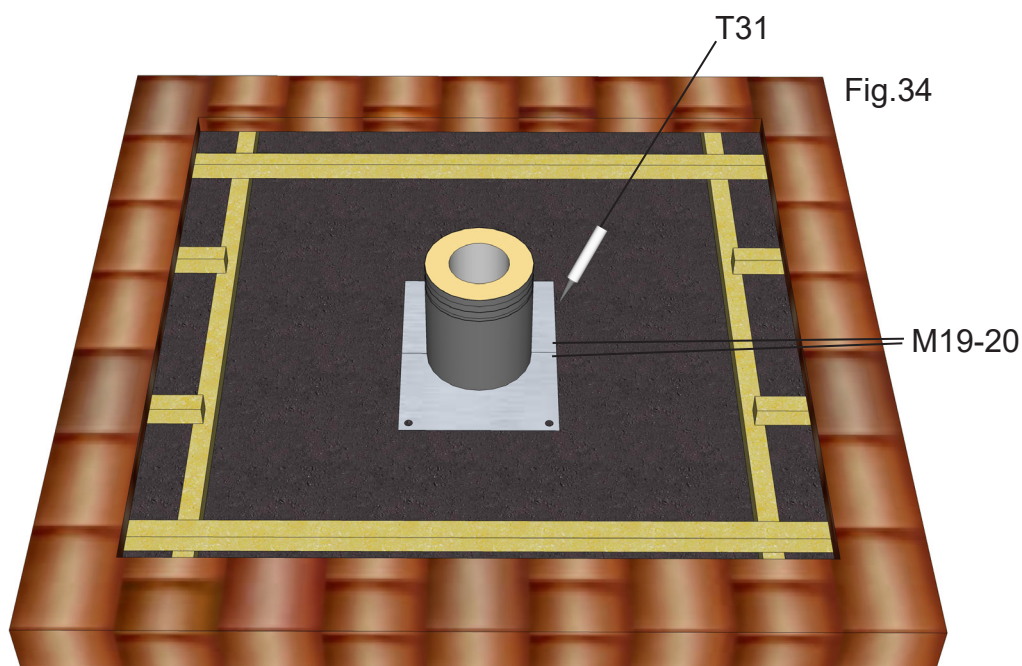

Fig.34
4. Montera takstosen genom att trä den över skorstenen och ned mot teglet/plåttaket. Vid tegeltak kan den övre delen av takstosen träs in under tegelpannorna alternativt att gummiduk MGD (extra tillbehör) limmas på stosens överdel och läggs under pannorna. Vid plåttak monteras en förlängningsplåt ovanpå takstosens översida och vidare efter plåttakets ovsida och upp under taknocksplåten. (Se Fig 34 och 35). För bättre passform mot ex. tegel/betongpannor eller takplåt – klipp takstosens nedre kant efter takpannomas profilering med en fasonsax (plåtsax)